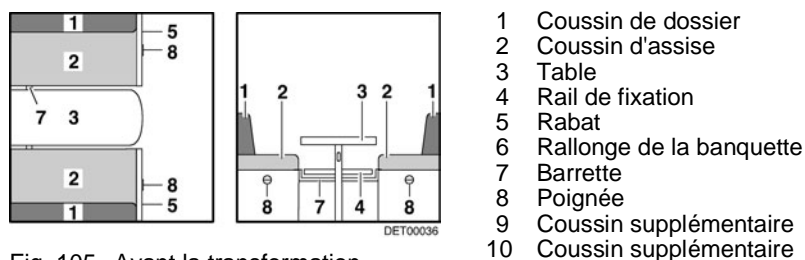

Fig. 105 Avant la transformation
- Agrandir la table (Fig. 105,3) et la transformer en sommier de lit (voir paragraphe 7.7).
- Insérer la barrette (Fig. 105,7) ou tirer vers l'intérieur. La barrette est positionnée correctement si elle maintient le plateau de table environ 15 - 20 cm derrière le pied de table.
- Tirer sur la poignée (Fig. 105,8) et ouvrir le portillon (Fig. 105,5).